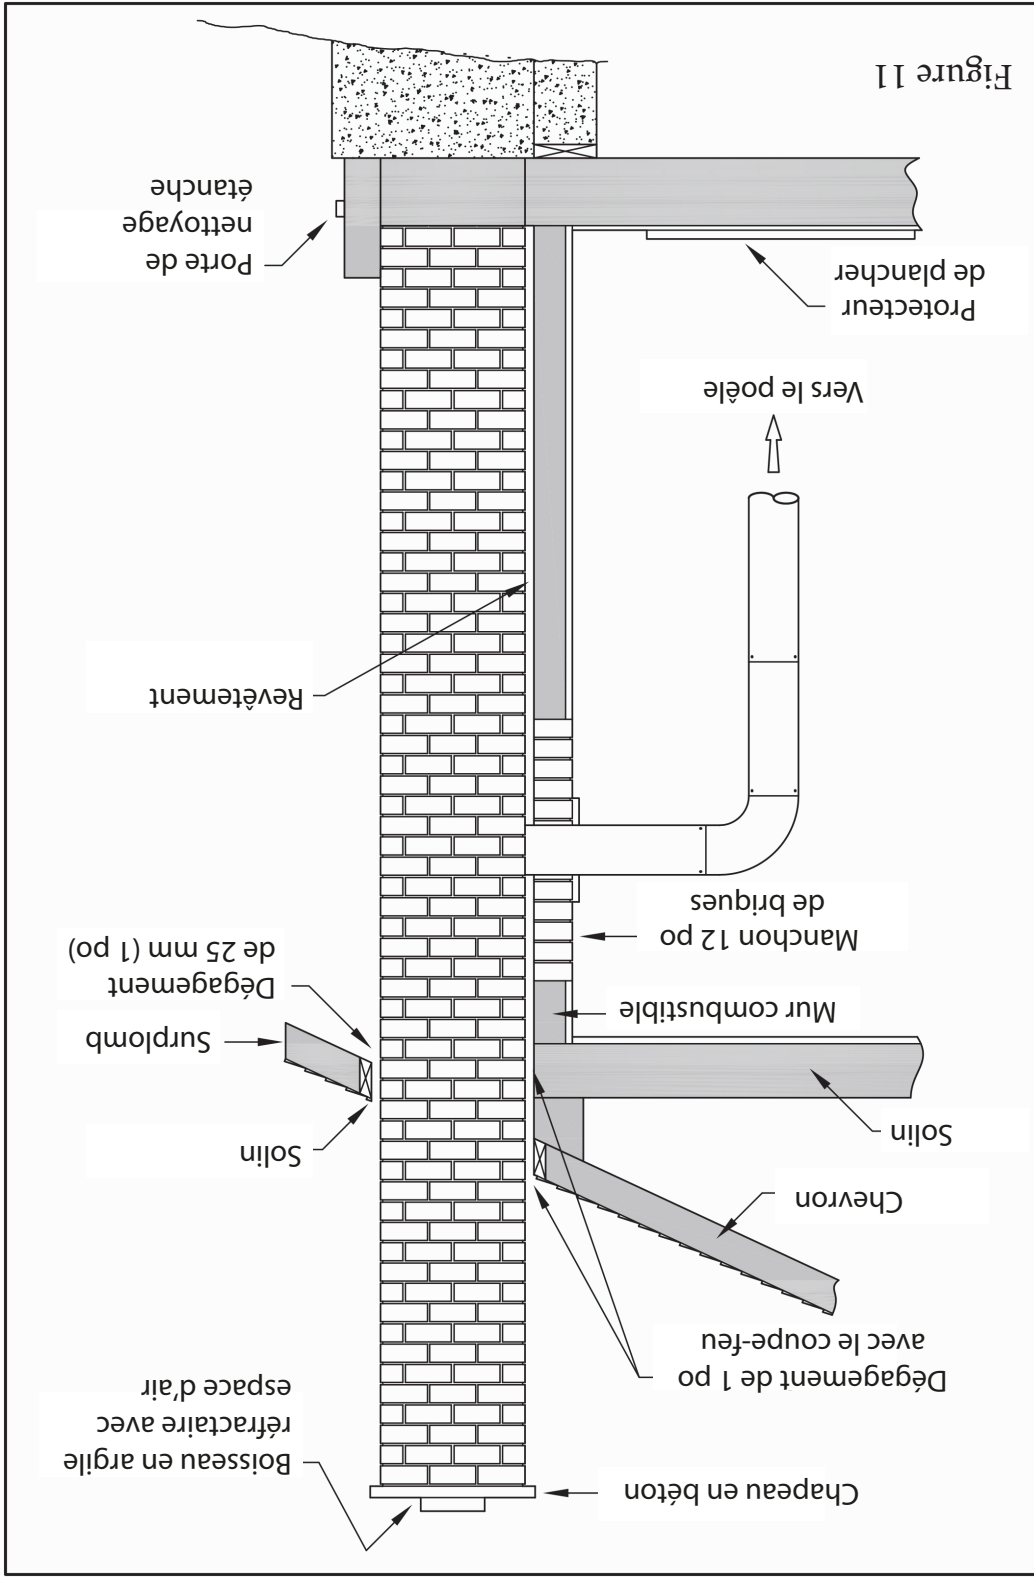

Figure 11
5. Installer la commande du ventilateur et du régulateur Honeywell à l'arrière du caisson de la fournaise comme illustré à la figure 11.